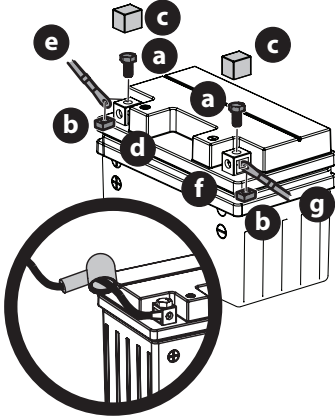

Figure 17
1. Retirez les boulons hexagonaux (a) et les écrous (b) situés à l'extrémité du faisceau de fils électrique. Gardez la quincaillerie pour utilisation ultérieure (Figure 17).
2. Enlevez le couvercle en plastique (c), si équipé, de la borne positive (d) de la batterie et attachez le câble rouge (e) à la borne positive (b) de la batterie (+) avec le boulon (a) et l'écrou (b) retirés à l'étape 1. Utiliser un tournevis Philips (Figure 17).
4. Enlevez le couvercle en plastique (c), si équipé, de la borne négative de la batterie (f) et attachez le câble noir (g) à la borne négative de la batterie (f) avec le boulon (a) et l'écrou (b) (Figure 17).